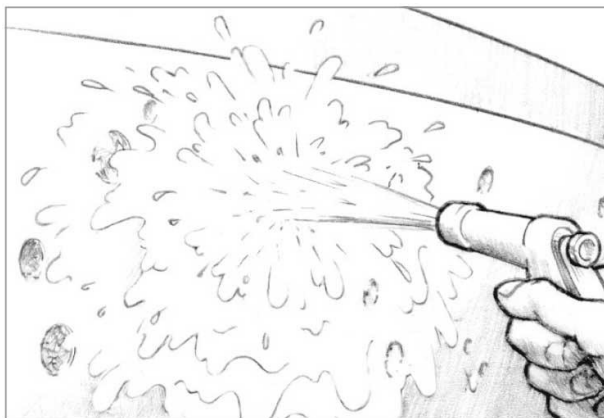

Рисунок 4-5 Очистите поверхность жёсткой щёткой, с чистой пресной водой. Подождите, пока поверхность полностью высохнет.
1. Промойте под давлением, или зачистите поверхность абразивной губкой, или жёсткой щёткой, промывая пресной водой, чтобы убрать загрязнения (Рисунок 4-5). Кратковременный контакт с пресной водой не повлияет на влажность ламината. Насухо протрите поверхность чистыми бумажными полотенцами. Если загрязнения не растворяются водой и всё же приходится